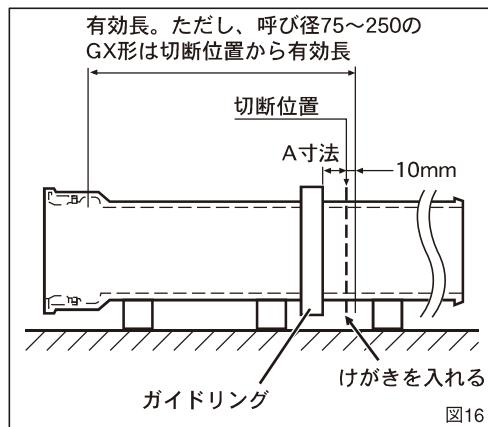
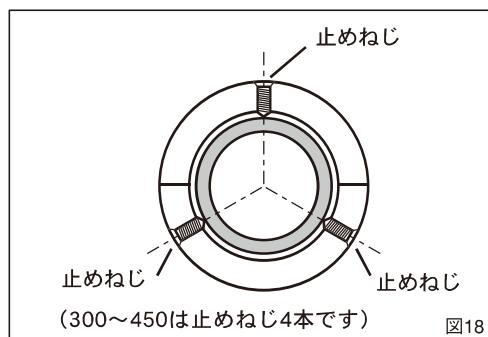

図16
図18
## 6. ガイドリングの取付け (図16～図18)
①切管する所定位置全周に“ヶガキ”を入れ、そこから表4のA寸法離れた位置に、ガイドリングを管軸方向に対して直角に取付けてください。(図16)
⑤先程ゆるめておいた止めねじを均等に締め、管とガイドリングのすき間が、おおむね一定になるように取付けてください。(図18)